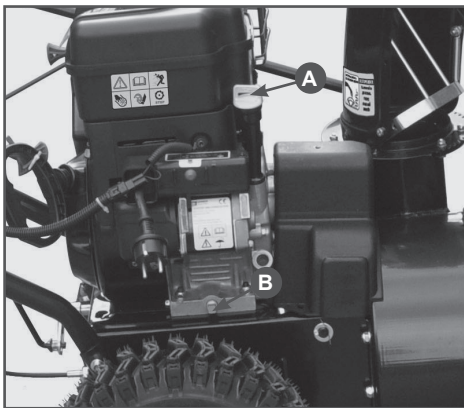

Рис.11 Замена масла
2. Откройте крышку маслозаливной горловины (рис. 11-А).
3. Подставьте под сливное отверстие подходящую емкость и открутите болт отверстия для слива масла (Рис. 11-В)